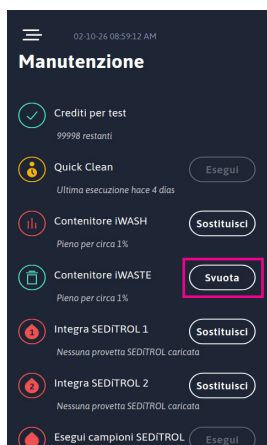

Figura 58
8. Dal menu Manutenzione, premere il pulsante “Empty” (Svuota) del contenitore iWASTE per reimpostare il contatore allo 0% di riempimento (Figura 58).